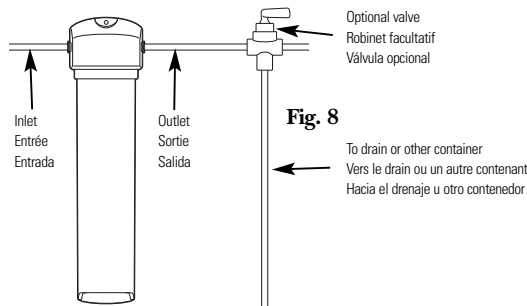

Fig. 8
2. Cycle the water dispenser or run optional valve (Fig. 8) for 4 gallons (flush approximately 5 minutes) to flush out any harmless carbon fines that may be present.
An optional valve can be installed (Fig. 8) to flush water without going through the water dispenser. (This valve must be purchased separately and installed to comply with existing state or local plumbing codes.)
2. Mettre en cycle le rafraîchisseur d'eau ou actionner le robinet facultatif (Fig. 8) pendant 15 L (videz approximativement 5 minutes) afin d'évacuer les particules fines de carbone inoffensives qui pourraient être présentes.
Un robinet facultatif peut être installé (Fig. 8) pour évacuer l'eau sans devoir passer par le rafraîchisseur d'eau du réfrigérateur. (On doit se procurer ce robinet séparément et il doit être installé conformément aux codes de plomberie en vigueur localement.)
2. Inicie un ciclo del dispensador de agua del refrigerador o abra la válvula opcional (Fig. 8) por 15 L (vacíe aproximadamente 5 minutos) para lavar cualquier rastro de carbono inocuo que pueda estar presente.
Se puede instalar una válvula opcional (Fig. 8), para dejar correr agua sin pasar por el dispensador de agua del refrigerador. (Esta válvula se debe comprar por separado e instalarse según los códigos de plomería locales y estatales existentes.)
4. Cycle the water dispenser or run optional valve (Fig. 8) for 4 gallons (flush approximately 5 minutes) to flush out any harmless carbon fines that may be present.
4. Mettre en cycle le rafraîchisseur d'eau ou actionner le robinet facultatif (Fig. 8) pendant 15 L (videz approximativement 5 minutes) afin d'évacuer les particules fines de carbone inoffensives qui pourraient être présentes.
4. Inicie un ciclo del dispensador de agua del refrigerador o abra la válvula opcional (Fig. 8) por 15 L (vacie aproximadamente 5 minutos) para lavar cualquier rastro de carbono inocuo que pueda estar presente.